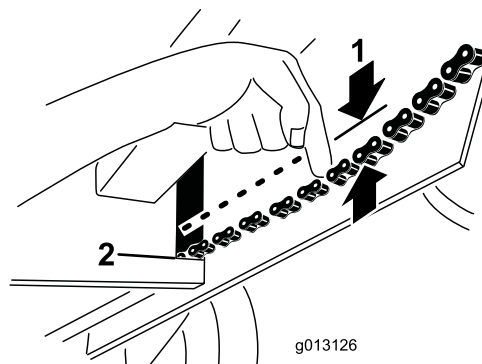

Figure 31
3. Exercez une force de 4,5 kg sur la chaîne près de l'ouverture du cadre (Figure 31). Si la chaîne fléchit de plus de 6 mm, tendez-la comme suit :